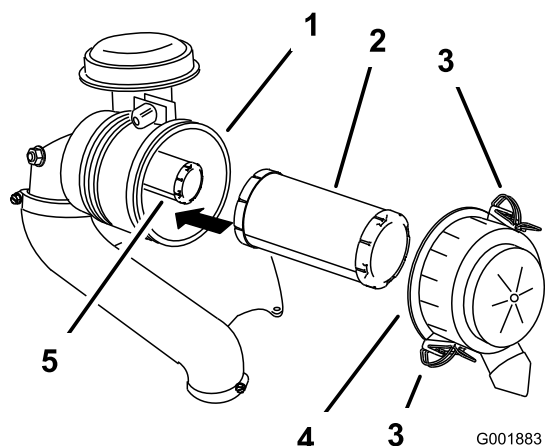

Figura 26
3. Abra los cierres del limpiador de aire y tire de la tapa de la entrada de aire para separarla del cuerpo del limpiador de aire (Figura 26).
5. Extraiga con cuidado el filtro primario del cuerpo del limpiador de aire (Figura 26).
2. Si va a cambiar el filtro de seguridad, deslícelo cuidadosamente en el cuerpo del filtro (Figura 26).
3. Deslice cuidadosamente el filtro primario por encima del filtro de seguridad (Figura 26).
4. Instale la tapa del limpiador de aire con el lado marcado **up** hacia arriba y fije los cierres (Figura 26).